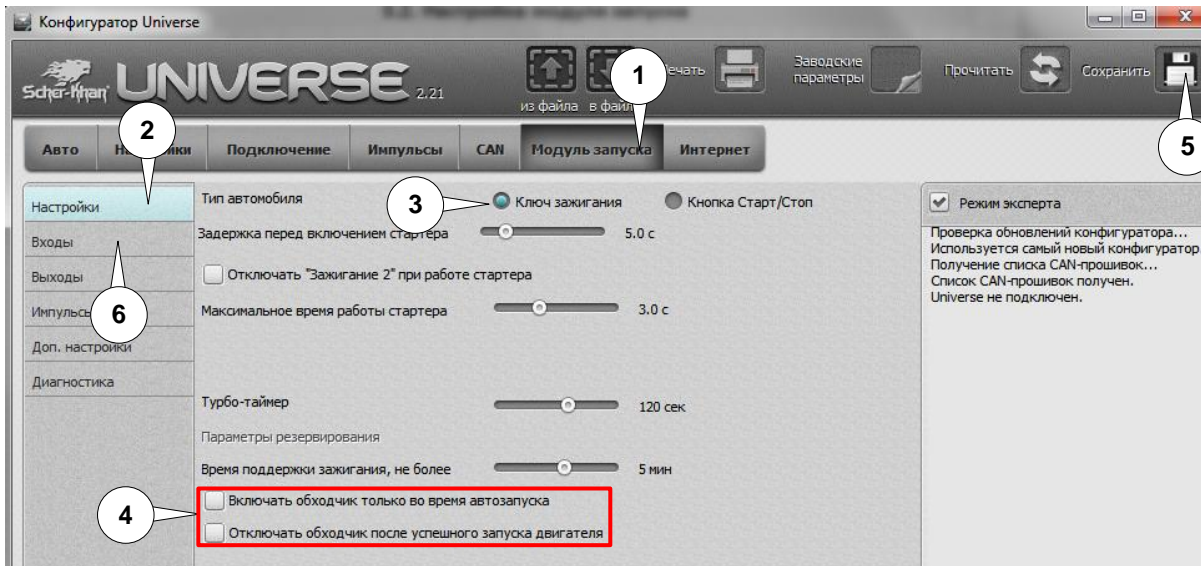
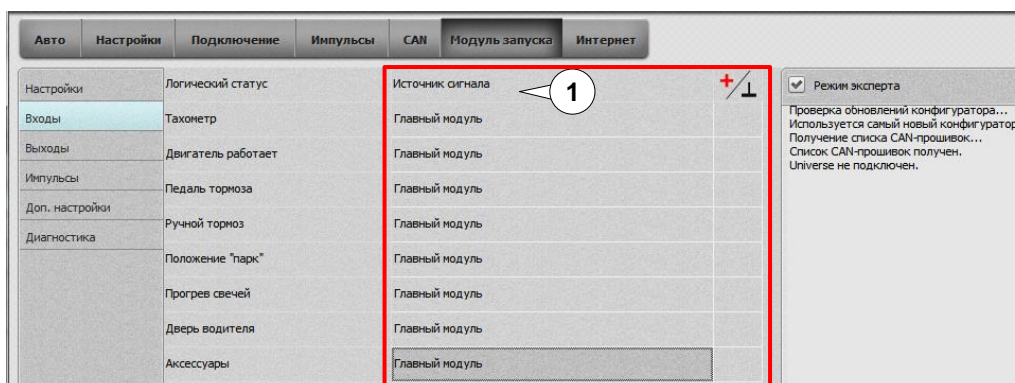

Рис. 8:
Рис. 12:
- на вкладке **«Модуль запуска»** (1) выбираем вкладку **«Настройки»** (2);
- выбираем тип автомобиля **«Ключ зажигания»** (3);
- настройки работы обходчика иммобилайзера оставляем пустыми (4) (см. рис. 8);
- после настройки выставления нужных значений нажимаем кнопку **«Сохранить»** (5);
- выбираем тип автомобиля **«Кнопка Старт/Стоп»** (3);
- выставляем тип импульса Вкл. Зажигания **«Автоматически»** (4) как указано на рис. 8;
- выставляем тип импульса **ВЫКЛ. «Одиночный»** (5) (см. рис. 8);
- настройки работы обходчика иммобилайзера оставляем пустыми (6) (см. рис. 8);
- после настройки выставления нужных значений нажимаем кнопку **«Сохранить»** (7);
- переходим на вкладку **«Входы»** (8) (см. рис. 12);